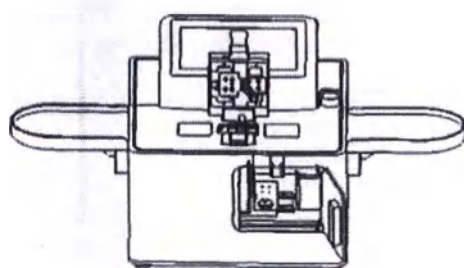

Рисунок 31-1
- 2) Откройте дверцу (см. Рис. 31-1), поднимите черный фиксирующий зажим (см. Рис. 31-2), затем выньте старую кассету, перемещая её вправо (см. Рис. 31-3 и 31-4), нажмите кнопку "Next step" («Следующий шаг»).